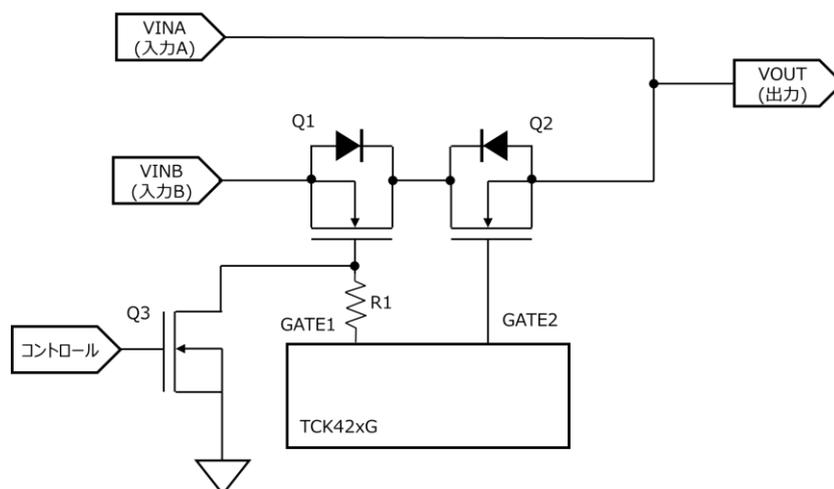

図 4.4 MBB 動作回路
本回路の MBB 動作概要を説明します。図 4.4 の MBB 動作回路では  $V_{INA}$  電圧  $>$   $V_{INB}$  電圧、 $V_{INB}$  は常時通電と仮定します。
- ①  $V_{INB}$  に 9 V が印加されており、出力電圧には  $V_{INB}$  側電圧 (約 9 V) が出力される。
- ②  $V_{INA}$  に 20 V を印加すると、FLAG 出力が H 出力 (約 5 V) になる。このタイミングで  $V_{INA}$  側ドライバーの TCK421G がオン動作を開始する。
- ③  $V_{INB}$  ドライバー回路内で図 4.4 の Q3 に相当するゲート遮断 MOSFET SSM3K15ACTC がオンになり、SSM10N961L 内の Q1 に相当する MOSFET がオフになる。②での TCK421G のオン後スタートアップ時間  $t_{ON}$  (約 3 ms) の間、 $V_{INB}$  からこの Q1 のボディダイオード順電圧分などがドロップした電圧が出力される。
- ④ ③でオンされた TCK421G の  $t_{ON}$  時間後に、 $V_{INA}$  側電圧 (約 20 V) が出力される。
- ⑤  $V_{INA}$  の印加電圧が 0 V になると FLAG 出力は L 出力 (0 V) となる。
- ⑥  $V_{INA}$  電圧が 0 V となったため、図 4.4 の Q3 に相当するゲート遮断 MOSFET がオフし、SSM10N961L 内の Q1 に相当する MOSFET がオン動作を開始する。この間は  $V_{INB}$  から Q1 のボディダイオード順電圧分などがドロップした電圧が出力される。
- ⑦ Q1 に相当する MOSFET がオンになり、 $V_{INB}$  側電圧 (約 9 V) が出力される。